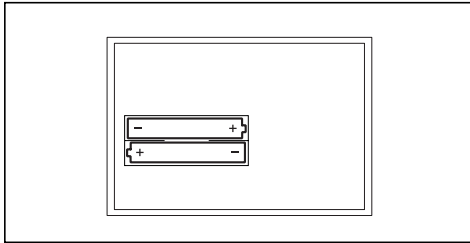

Fig. 4.2 Udskiftning af batterierne
- Skift nu batterierne (2 x AAA-LR03; fig. 4.2). Sørg for, at batteriernes polaritet er korrekt.